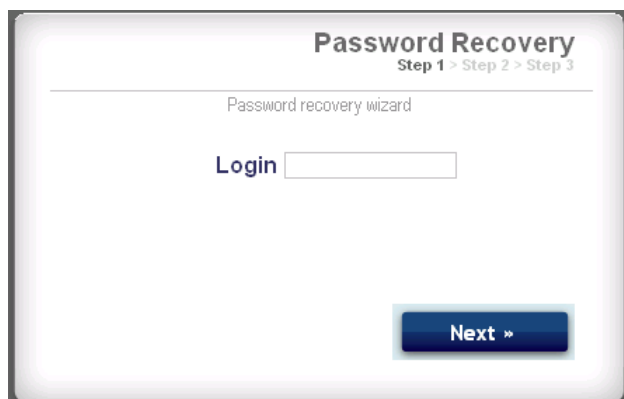

Рис. 44. Шаг 1 восстановления пароля
2. См. **Рис. 44** Система запросит Вас относительно вашего имени входящего в систему. Напечатайте имя, которое Вы ввели в шаге 5 на странице 23, затем нажмите "Далее".